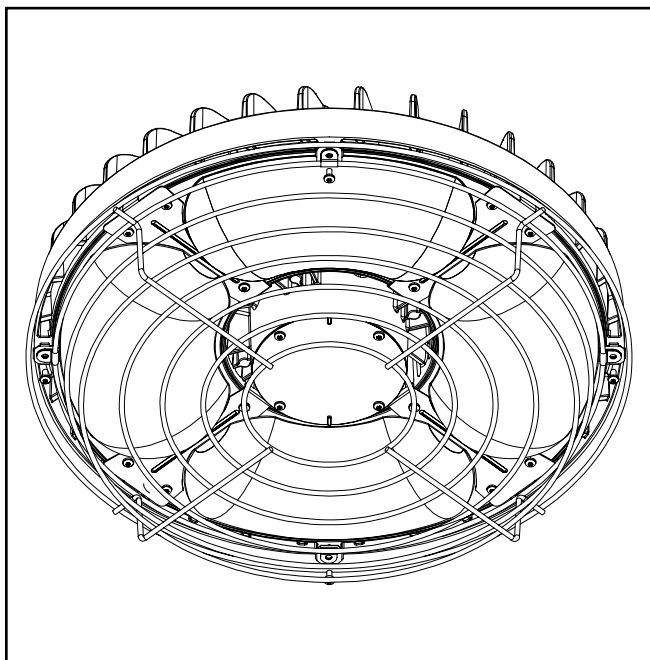

Figura 2.
2. Alinee los ganchos del protector de cables con los ganchos para la lente y vuélvalos a instalar tal como se muestra en la Figura 2.